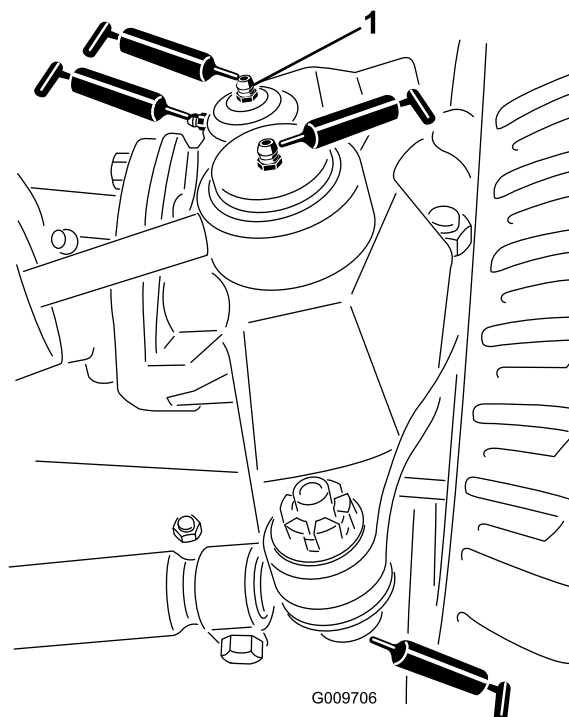

Рисунок 50
- Шаровые опоры гидроцилиндра рулевого управления (2 шт.) (Рисунок 50)
- Шаровые опоры стяжной тяги (2 шт.) (Рисунок 50)
- Втулки поворотных шкворней (2 шт.) (Рисунок 50). **Верхнюю масленку на поворотном шкворне следует смазывать только раз в год (2 хода насоса).**